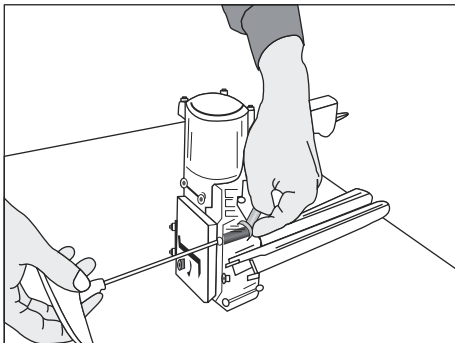

Figure 21
1. Desserrez les vis et l'écrou à l'aide d'une clé 8 mm et d'une clé Allen 4 mm. (Voir Figure 21)